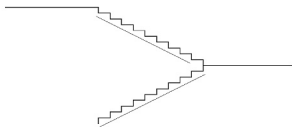

图 4.106 偏移并删除 AB 和 CD 直线
(3) 将 AB 和 CD 直线分别向下偏移 110mm, 然后删除 AB 和 CD 直线, 结果如图 4.106 所示。